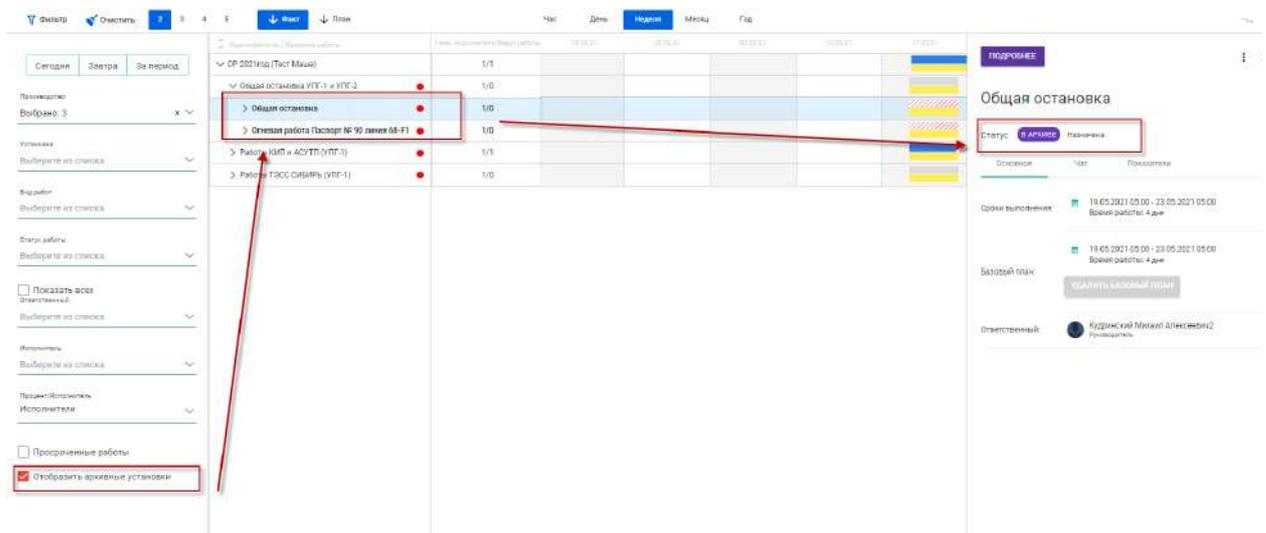

Рисунок 29 — Отображение архивных установок в дереве задач
- На странице отображаются проекты с архивными установками (см.рис.29);